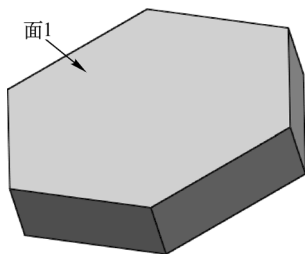
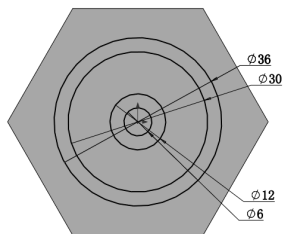

图 12-35 拉伸后的图形
图 12-36 绘制草图
**03** 拉伸实体。单击“特征”控制面板中的“拉伸凸台/基体”按钮，此时系统弹出如图 12-34 所示的“凸台-拉伸”属性管理器。选择上步绘制的草图作为拉伸截面，设置终止条件为“给定深度”，输入拉伸距离为 10.00mm，然后单击属性管理器中的“确定”按钮，结果如图 12-35 所示。
**04** 绘制草图。在视图中选取图 12-35 所示的面 1 作为绘制图形的基准面。单击“草图”控制面板中的“圆”按钮，绘制草图轮廓，标注并修改尺寸，结果如图 12-36 所示。